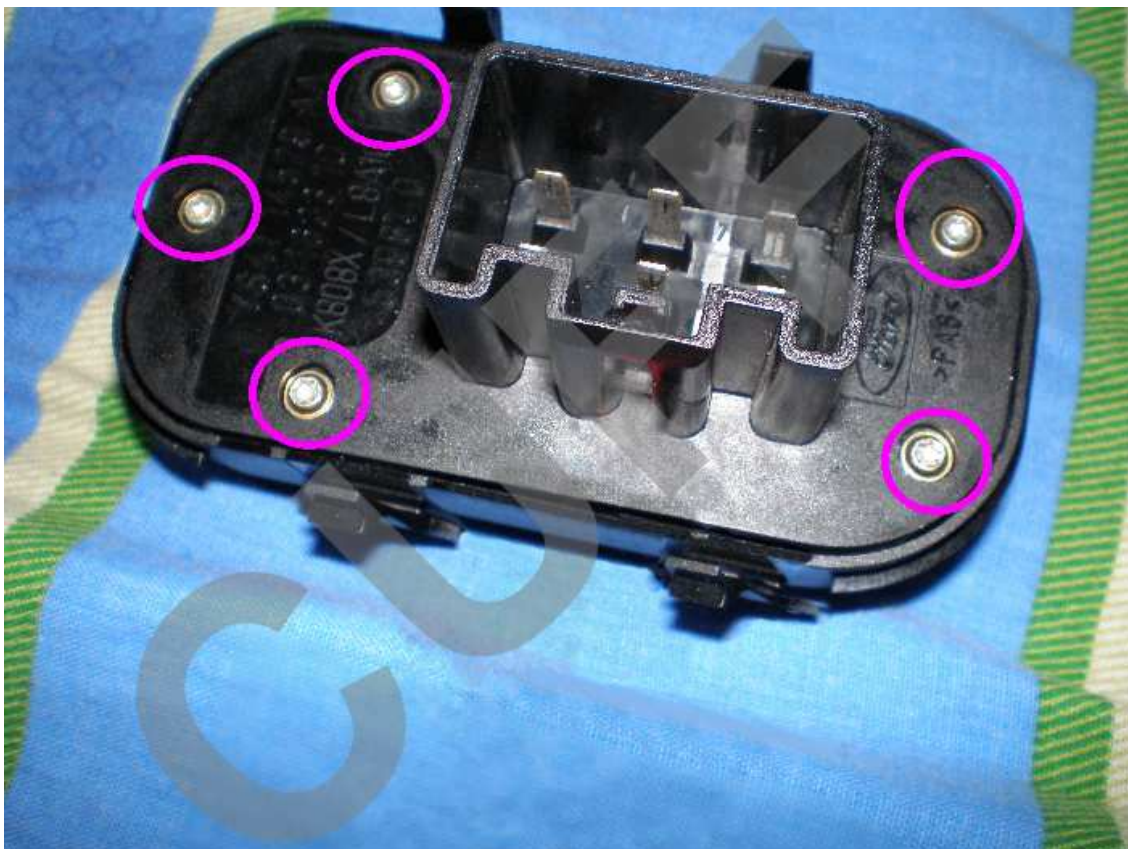

Imagen 12
**MUY IMPORTANTE:** cuando separemos las partes, procurad separarlo todo en la posición *imagen 12*, es decir, mantened los botones hacia abajo, ya que por dentro llevan piezas metálicas pequeñas que se caen si invertís la botonera, no cuesta nada volver a ponerlas, pero se nos puede perder alguna, que es lo peor.